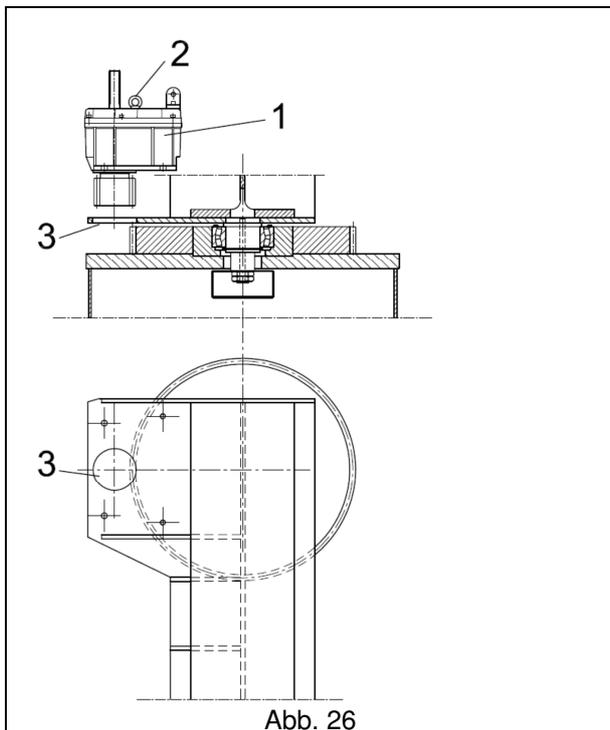

Abb. 26
1. Das Untersetzungsgetriebe **1** am vorgegebenen Punkt **2**, wie dargestellt, verseilen und im Sitz **3** auf der Armseite positionieren. (Abb. 26)